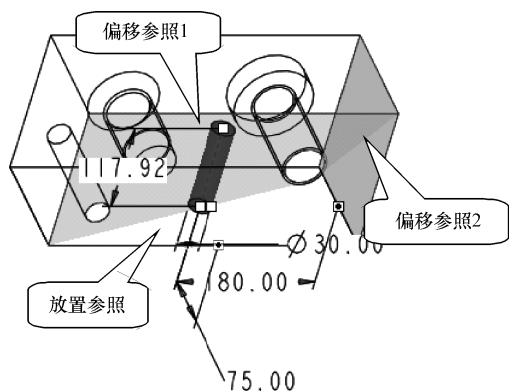
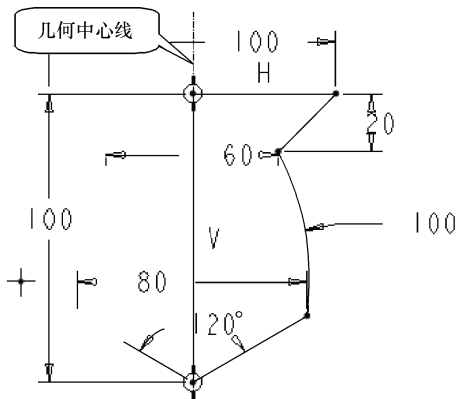

图 7-20 放置第 4 个孔
图 7-21 草绘孔截面
(29) 单击【工程特征】工具栏中的【孔】按钮，弹出【孔】操控板。
(30) 在操控板单击【放置】按钮，弹出【放置】下滑面板，此时【放置】参照收集器处于淡绿色激活状态，在图形区选择长方体前表面作为钻孔面。
(31) 在【放置】下滑面板中，单击【偏移参照】收集器，使其处于淡绿色激活状态。
(32) 在图形区选择长方体下底面，在图形区双击尺寸数字，在出现的组合框中输入尺寸值“75”，在图形区单击鼠标中键或按〈Enter〉键接受该值。
(33) 按住〈Ctrl〉键选择长方体右表面, 用同样的方法将偏移尺寸值修改为“180”, 如图 7-20 所示。
(34) 在对话框中单击【草绘轮廓孔】按钮, 使其处于按下状态, 在其后出现的按钮中, 单击按钮激活草绘器, 进入草绘环境。
(35) 在草绘环境中绘制旋转截面和几何中心线, 如图 7-21 所示。